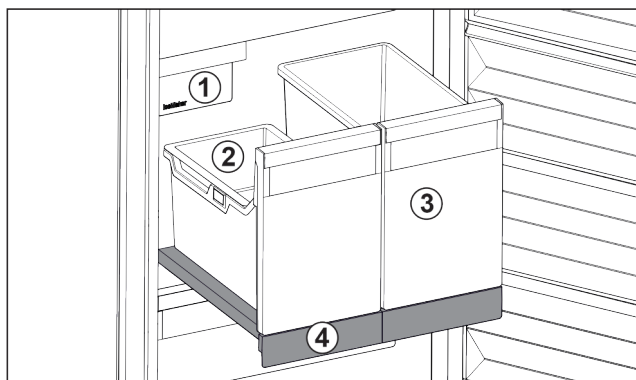

Fig. 98 Wysuwana półka z IceTower
Na wysuwanej półce znajdują się dwa wysokie pojemniki (IceTower). W pojemniku Fig. 98 (2) zbierane i przechowywane są kostki lodu z IceMaker. Pojemnik Fig. 98 (3) nadaje się do przechowywania wysokich artykułów spożywczych, takich jak pizza i napoje alkoholowe.